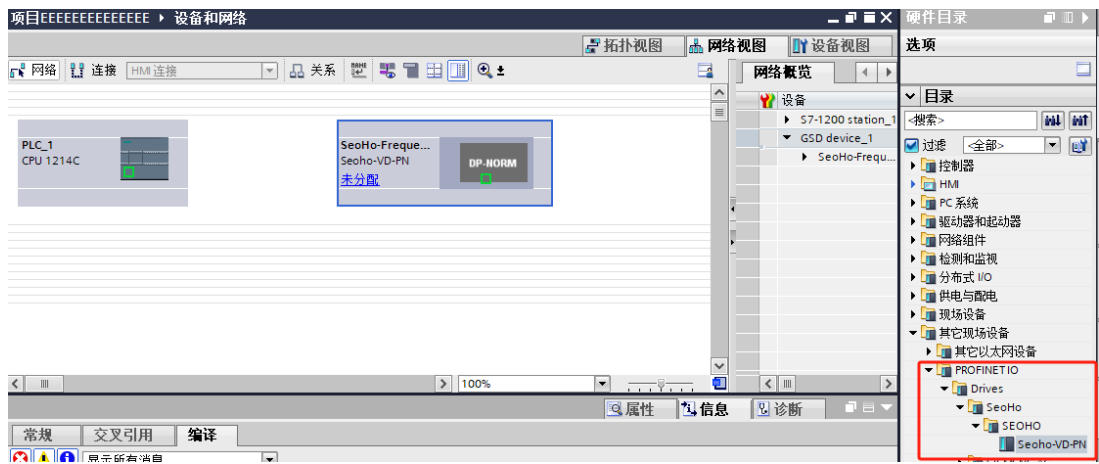

图 2.4.2 PLC编程环境下查找 “Seoho-NV-PN”
- 步骤6: “SeohoGSD”安装结束后如图2.4.2在PLC编程环境找到“Seoho-NV- PN”